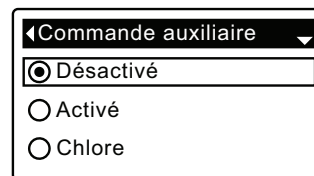

FIG. 75
7. Appuyez sur le SÉLECTEUR (O) pour afficher le menu de la commande auxiliaire (cf. Figure 75).
8. Si le cercle à gauche de l'option souhaitée a déjà un point (cf. Figure 75), passez à l'étape 9. Sinon, appuyez sur le bouton BAS (▼) ou HAUT (▲) pour passer à l'option souhaitée, puis sur le SÉLECTEUR (O) pour valider votre choix.